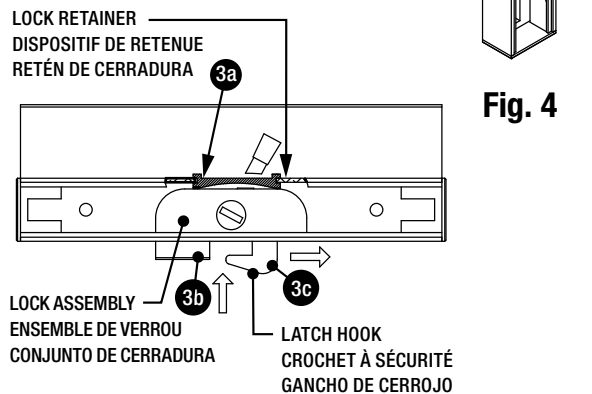

Fig. 3
Step 3a - Locate the plastic lock retainer that surrounds the thumb lever. (Fig. 3) Insert a small slotted screwdriver into the slot just behind the thumb lever gently lift or bow one leg, then the other until they are clear of the cut-out in the handle. Slide forward and remove.
Step 3b - Make sure the latch hook is in the extended position (3c) and push lock assembly housing inward (3b) to unseat the locking assembly. (Fig.3)
Step 3c - Slide the lock assembly to the right. (Fig. 3)
Étape 3a - Repérer la pièce de retenue en plastique qui entoure le levier du bouton. (Fig. 3) Insérer un petit tournevis plat dans la fente située juste derrière le levier du bouton et soulever ou recourber délicatement une patte après l'autre jusqu'à ce qu'elles soient hors de l'échancrure de la poignée. Faire glisser vers l'avant et l'enlever.
Étape 3b - S'assurer que le crochet du pêne est en position étendue (3c) et pousser le boîtier de l'ensemble de verrou vers l'intérieur (3b) pour déloger l'ensemble de verrou. (Fig. 3)
Étape 3c - Faire glisser l'ensemble de verrou vers la droite. (Fig. 3)
Paso 3a - Encuentre el retén de cerradura plástico que rodea a la palanca de mariposa (Fig. 3). Inserte un destornillador/desarmador plano pequeño en la ranura situada justo atrás de la palanca de mariposa; con cuidado levante o doble una pata y luego la otra hasta que salgan completamente de la abertura en la manija. Deslice hacia delante y sáquelo.
Paso 3b - Asegúrese que el gancho de cerrojo está en posición extendida (3c) y empuje el conjunto de la cerradura hacia adentro (3b) para desasentar el conjunto de cerradura (Fig. 3).
Paso 3c - Deslice el conjunto de cerradura hacia la derecha (Fig. 3).